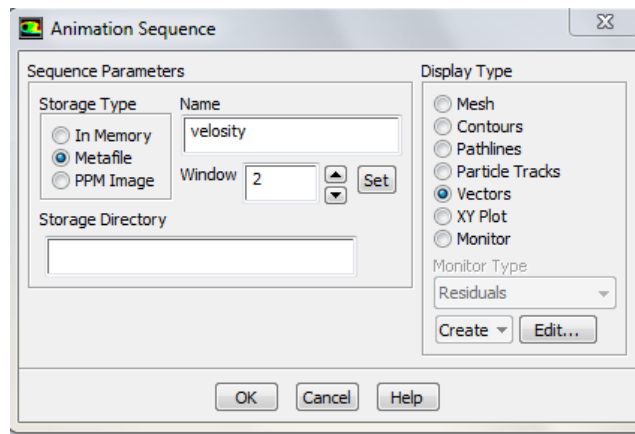

Рисунок 1.37 – Меню параметров анимации (*Animation Sequences*)
- В появившемся окне (рисунок 1.37) необходимо ввести 2 в число окон (*Window*) и нажать клавишу *Set*.